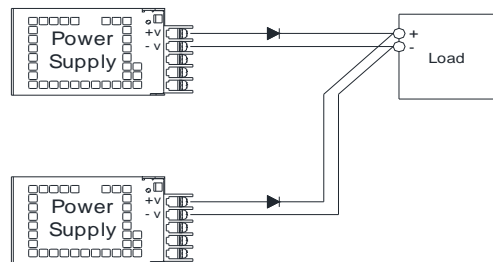

Fig 4. 병렬운전 B (Back up용)
- 4- 2. 병렬운전의 경우 전류용량을 증가시킬 수는 없으며, 백업용으로만 사용(Fig 4.) 가능합니다. 또한, 병렬운전시 추가되는 다이오드의 전압강하와 SMPS의 출력전압, 전류용량을 고려하여 사용하기 바랍니다.